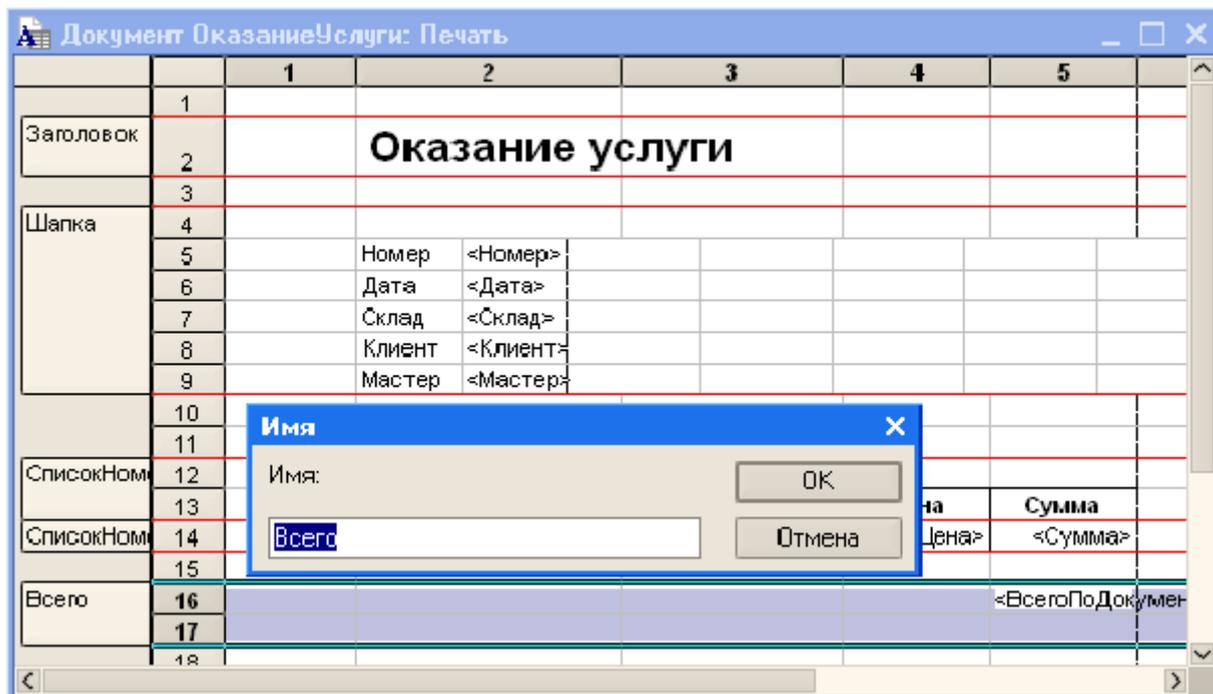

Рис. 79
- добавьте новую область для вывода итоговой суммы в документе, для этого выделите две пустые строки и выполните команду **Таблица → Имена → Назначить имя** (рис. 79);